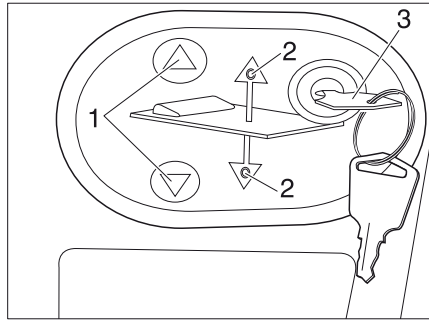

Bild 169 Manöverpanel för elektrisk höjbar säng
- Sätt in nyckeln (Bild 169,3) i manöverpanelen (Bild 169,2).
- Tryck på knappen  eller  (Bild 169,1) och håll den intryckt. Motsvarande LED (Bild 169,2) lyser och den höjbara sängen sänks eller höjs.
- När önskad position är nådd, släpp knappen  eller  (Bild 169,1) igen. Motsvarande LED (Bild 169,2) slocknar.
- Dra ut nyckeln (Bild 169,3).